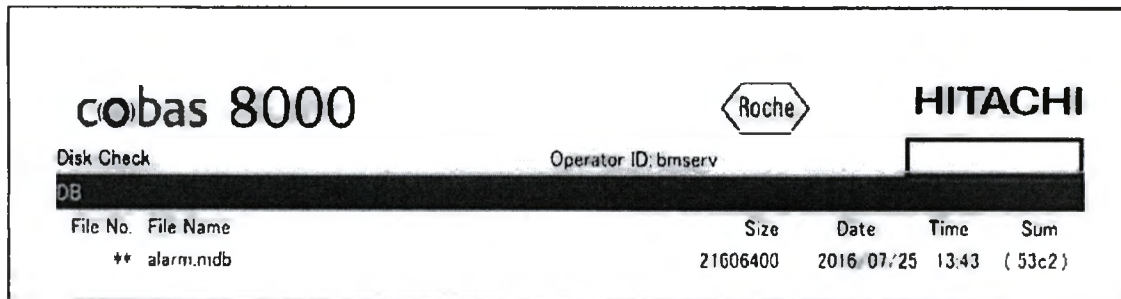

Рисунок 3
2. Найдите самую первую распечатку, которая не отображает год/месяц/день/время в месте, отмеченном красной рамкой на экране «Print-History» (см. Рисунок 3).